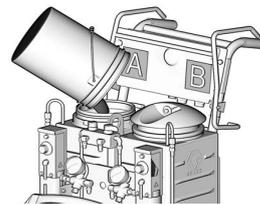

FIG. 7 Riempire il serbatoio A con isocianati
3. Rimuovere il coperchio del serbatoio A e versare gli isocianati nel serbatoio A (lato rosso, con filtro con essiccante nel coperchio). Vedere FIG. 7.